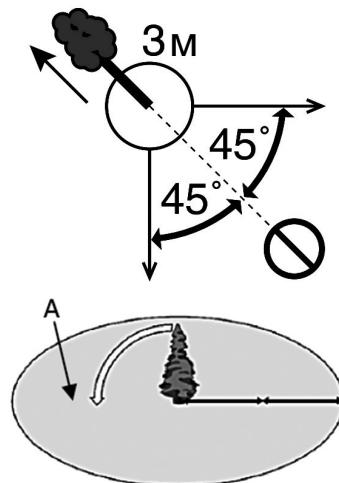

Рис. 9 Зона безопасности при валке дерева
- Должен быть безопасный путь отхода. Путь отхода должен быть направлен по диагонали в сторону, противоположную направлению падения, под углом 45 градусов, необходимо отойти минимум на 3 метра от ствола, на тот случай, если во время падения комель дерева отскочит в сторону. Зона безопасности (A) должна быть не менее $2\frac{1}{2}$ высоты дерева (Рис. 9).